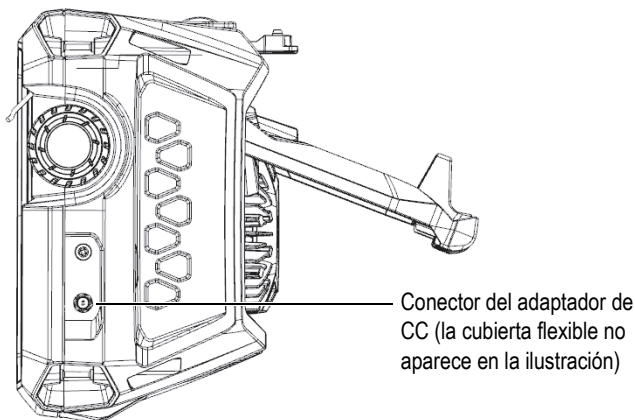

Figura 3-1 Conector del adaptador de CC
2. En la parte lateral derecha del OmniScan X3, levante la cubierta flexible de caucho para identificar el conector del adaptador de CC (ver Figura 3-1 en la página 44).